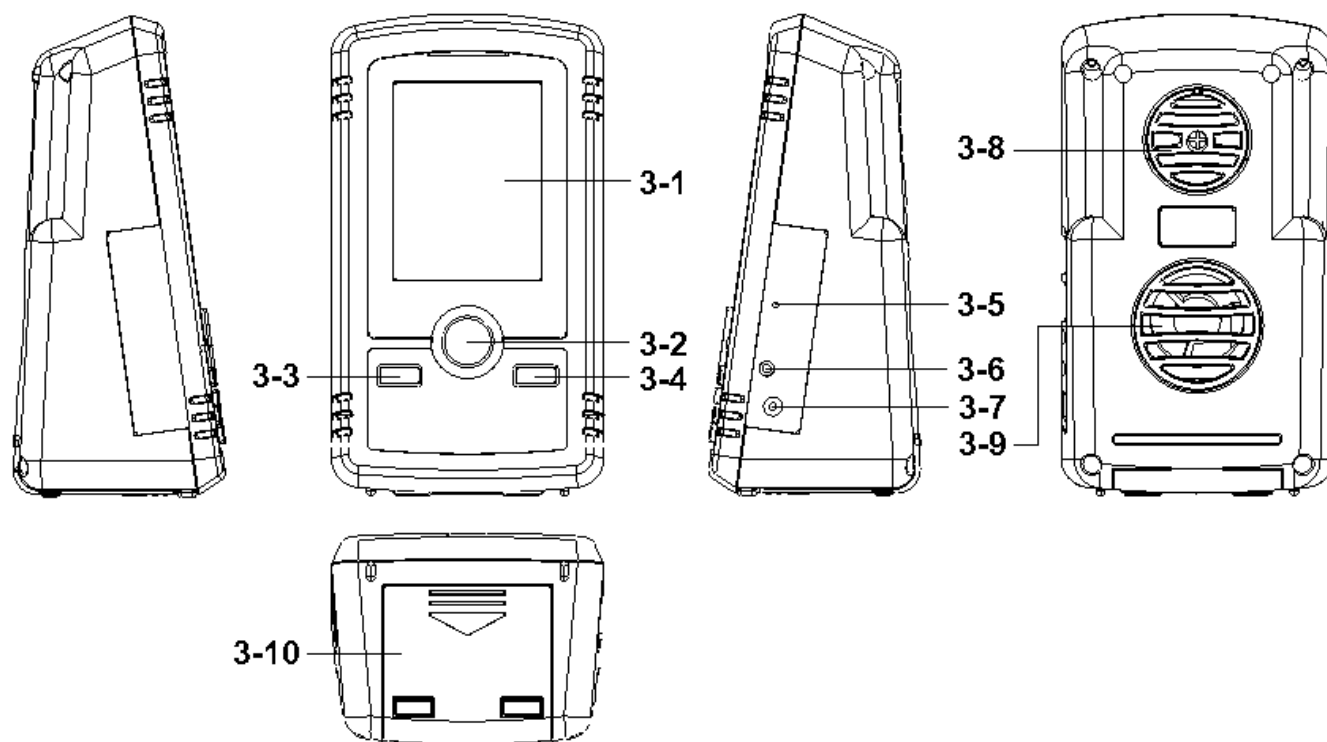

Fig. 1
4-3-1. POWER/Backlight KEY(3-2, Fig. 1):
4-3-2. HOLD KEY(3-3, Fig. 1):
4-3-3. REC KEY(3-4, Fig. 1):
將 DC ADAPTER 插入 DC 9V 插孔(3-7, Fig. 1), 按電源鍵(3-2, Fig. 1)則開機
- 打開電池蓋(3-10, Fig. 1), 將儀器電池拿出.
透過 3.5mm 端子 RS232 PC 介面(3-6, Fig. 1), 將資料傳輸到電腦
當系統當機無法操作時, 按重置功能(3-5, Fig. 1)使本機關機後, 再按電源鍵(3-2, Fig. 1)重新開機
12-2. 依(3-8, Fig. 1)圖示將濾網更新或清洗濾網, 更換或清洗後再將濾網置回